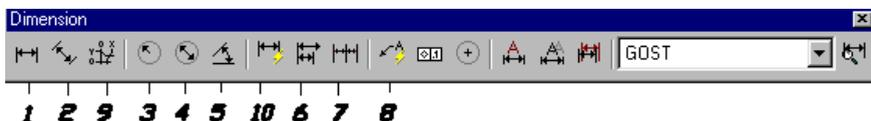

Fig. 2.20. Bara de instrumente *Dimension*
- din bara de instrumente *Dimension* (fig. 2.20);
Dimensiunile liniare - *dimlinear* (*DLI* sau *DIMLIN*) (fig. 2.20, poz. 1) sunt aranjate paralel cu axele de coordonate (fig. 2.21, poz. 1) sau sub un unghi specificat de către utilizator.
Dimensiunile aliniate – *dimaligned* (**DAL** sau **DIMALI**) (fig. 2.20, poz. 2) sunt aliniate paralel cu dreapta ce trece prin originile liniilor ajutătoare sau cu entitățile selectate (fig. 2.21, poz. 2).
Razele - *dimradius* (**DRA** sau **DIMRAD**) și diametrele - *dimdiameter* (**DDI** sau **DIMDIA**) (fig. 2.20, poz. 3 și 4) vor fi indicate după selectarea circumferinței sau a arcului respectiv (fig. 2.21, poz. 3 și 4). Opțiunile *Mtext*, *Text* și *Angle* oferă aceleași posibilități ca și în subcomenzile anterioare.
Dimensiunile unghiulare – *dimangular* (**DAN** sau **DIMANG**) (fig. 2.20, poz. 5) indică unghiul unui arc, unghiul dintre două drepte (fig. 2.21, poz. 5) sau unghiul dintre două puncte de pe circumferință. Pot fi
Linia de indicație – **quick leader (LEAD)** (fig. 2.20, poz. 8) este utilizată pentru poziționare, indicarea grosimilor etc. (fig. 2.21, poz. 8). Comanda conține opțiunea *Settings* care permite controlul asupra aspectului liniei de indicație.
Dimensiunile cu baza comună – **dimbaseline (DBA)** sau **DIMBASE**) (fig. 2.20, poz. 6) indică una sau mai multe dimensiuni liniare cu aceeași bază, deci cu prima linie ajutătoare comună (fig. 2.21, poz. 6). Dimensiunile în lanț – **dimcontinue (DCO)** sau **DIMCONT**) (fig. 2.20, poz. 7) indică una sau mai multe dimensiuni liniare în lanț, deci cu linia a doua ajutătoare comună (fig. 2.21, poz. 7). Ambele subcomenzi cer selectarea dimensiunii de bază.